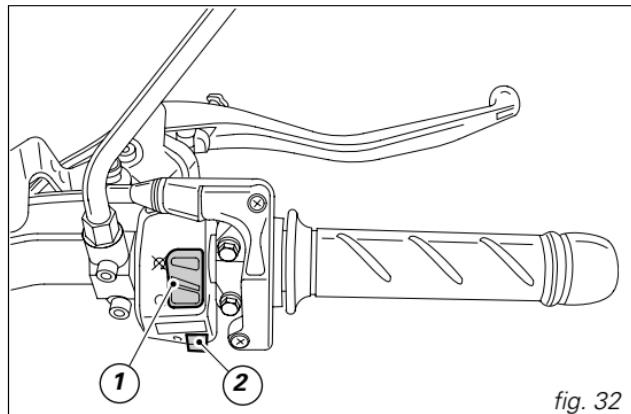

fig. 32
2) S'assurer que le commutateur d'arrêt (1, fig. 32) se trouve sur la position **Ω (RUN)**, puis appuyer sur le bouton de démarrage (2).